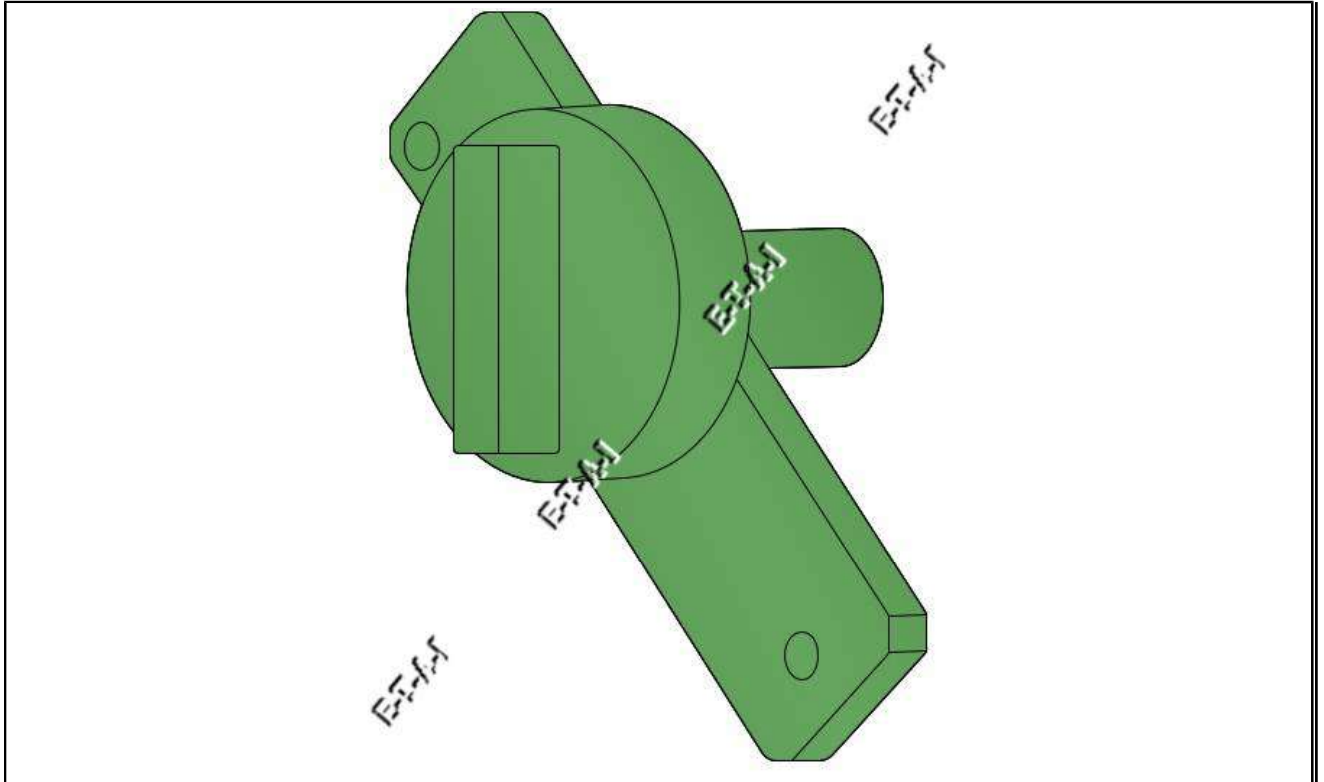

Fig.9
- Outil de blocage : (0109-2D)Fig.9